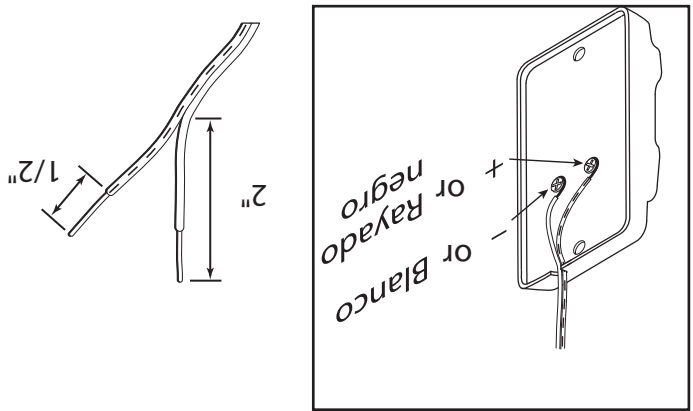

FIG. 3-2 Partiendo y pelando
- **(Fig. 3-2 en la página anterior).**
- Parta y pele los extremos de alambres (Fig. 3-2).